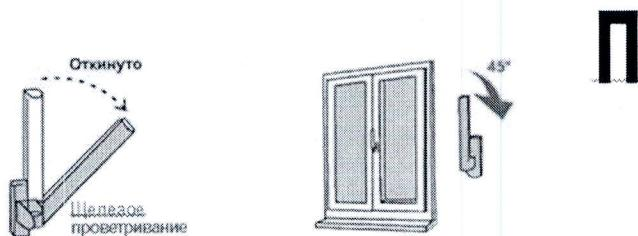

Рис.3
5. Для перевода створки в положение «Проветривание» ручку поворачивают из положения «Откинуто» в положение «Проветривание» на 45 градусов (см. Рис. 3). При этом створка окна (после небольшого поворота относительно нижней горизонтальной оси) фиксируется, будучи неплотно прижатой к раме окна вверху. Зазор между рамой окна и створкой (в верхней части) в данном режиме может составлять от 5 до 10мм. и регулируется небольшим поворотом ручки (**щелевой режим**).